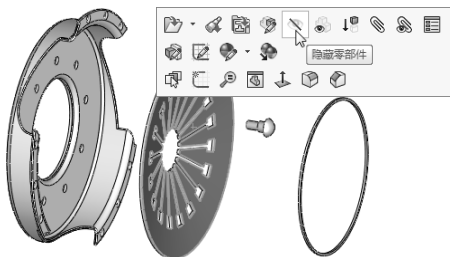

图 6-47 将零部件隐藏
STEP 2 单击膜片弹簧和铆钉，在弹出的快捷工具栏中单击“隐藏零部件”按钮, 将这两个零部件隐藏，如图 6-47 所示。